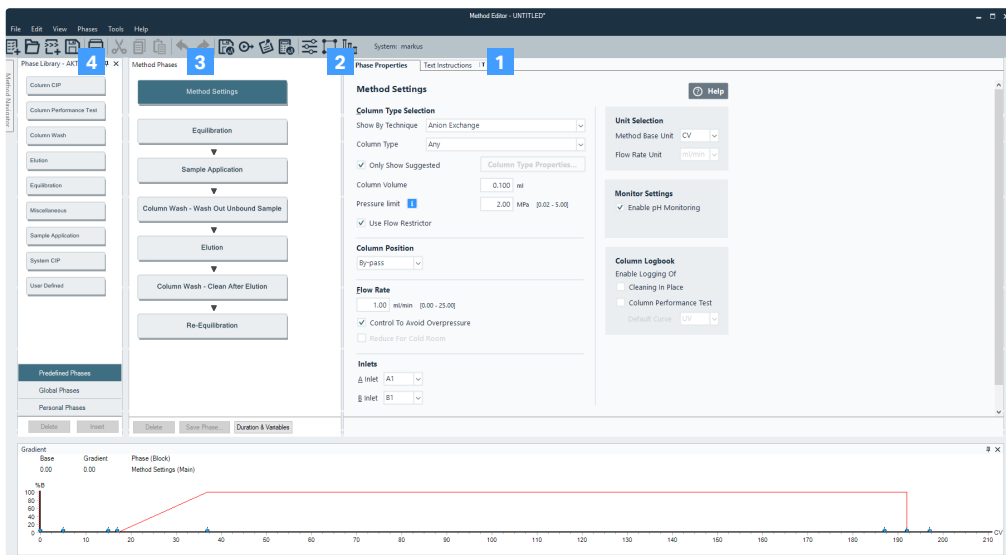
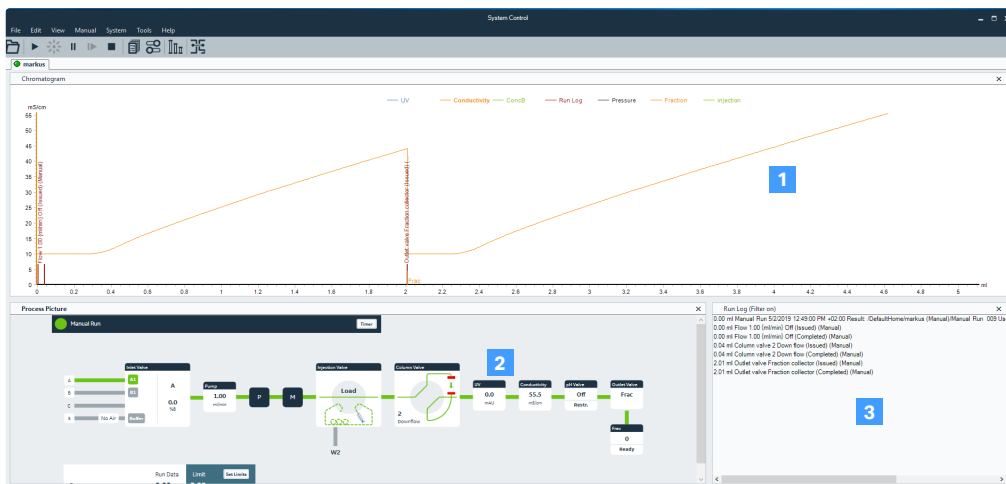

图 5. UNICORN 7 方法编辑器 模块, 便于方法创建和总览。
图 6. 系统控制 模块同时显示层析图谱窗格、流程图和运行日志。
UNICORN 由四个模块组成: **系统管理**、**方法编辑器**(图 5)、**系统控制**(包括**流程图**, 图 6)和**结果分析**。这些模块统一协作, 旨在提高运行的安全性, 效率和生产力。
**方法编辑器** 模块 (*Method Editor*) 允许您创建或调整方法以适应您的应用需求 (图 5)。方法的创建只需通过拖放称为阶段 (Phase) 的模块来完成。每个阶段代表运行中的一个步骤, 例如上样或清洗, 层析运行 (方法) 由几个阶段组成。UNICORN 还包括预定义的 Cytiva 层析柱及柱参数 (例如流速和压力限制) 库, 这些参数可自动编入到该方法中。为了增强灵活性, 高级操作者可以直接在**文本指令** (*Text Instructions*) 窗格中修改编程指令。
**系统控制** 模块 (*System Control*) 用于启动、查看和控制方法运行。该模块由三个窗格组成—**层析图谱窗格**, **流程图** 和 **运行日志**, 提供运行状态的总览 (图 6)。